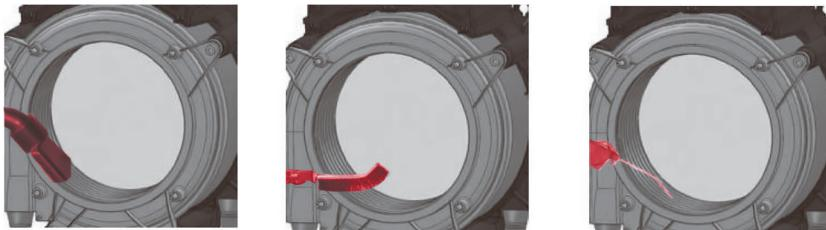

Рис. 16. Чистка камеры сгорания
1. Предварительно соберите мусор пылесосом с применением щелевой насадки (рисунок 16а);
2. Очистить спираль теплообменника щеткой. Для чистки спирали теплообменника запрещено применять щетку с металлическими щетинками (рисунок 16б);
3. Соберите пылесосом отложения, осыпавшиеся после работы щеткой (рисунок 16а);
4. Продуйте сжатым воздухом промежутки между спиральями теплообменника (рисунок 16в);
5. Удалите образовавшийся мусор пылесосом (рисунок 16а).
4	Проверить теплообменник на наличие отложений со стороны камеры сгорания. Очистить при необходимости (рис.16)